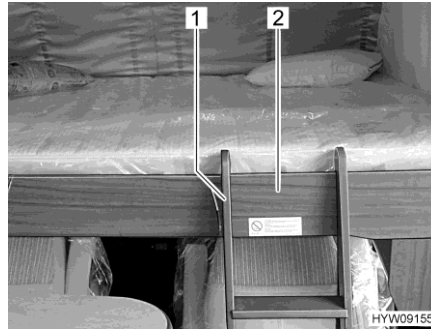

Bild 108 Aufstiegsleiter (Hubbett)
- Die Aufstiegsleiter (Bild 108,1) mit den beiden Bügeln in die Bettumrandung (Bild 108,2) am Hubbett einhängen. Beim Einhängen darauf achten, dass die Bügel an den innenliegenden Fixierungen anliegen. Damit ist ein seitliches Verschieben der Aufstiegsleiter ausgeschlossen.
- Die Aufstiegsleiter (Bild 108,1) aus der Bettumrandung (Bild 108,2) am Hubbett aushängen.